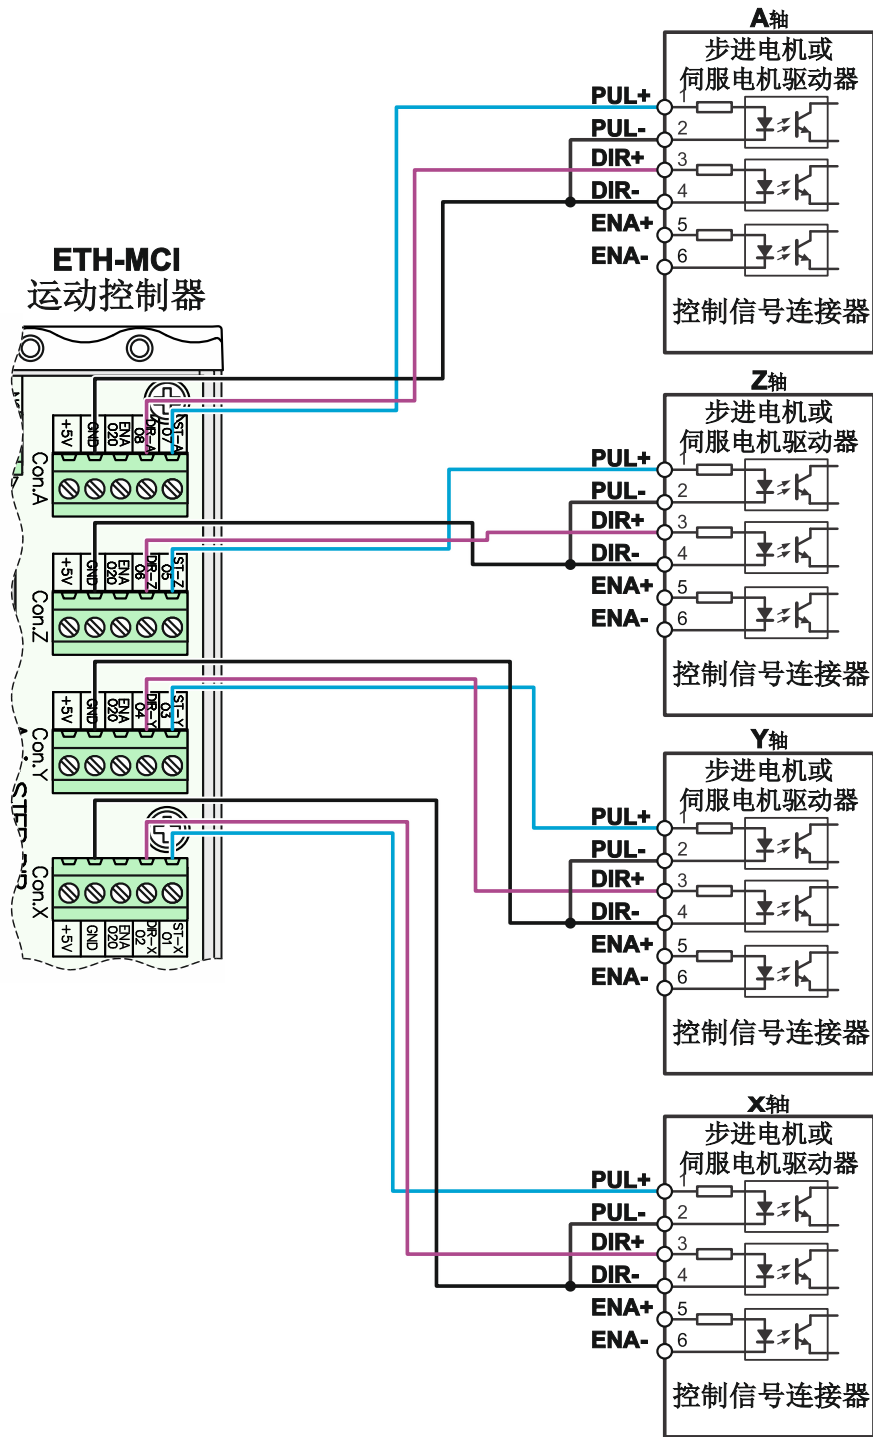

图 9.5 当 **ENABLE** 输入端逻辑反转时，连接其他制造商的驱动器时，建议使用以下接线图。
- 某些其他厂商的驱动程序的 **ENABLE** 引脚逻辑与标准引脚逻辑相反。ETH-MCI 运动控制器不支持此功能，在这种情况下，**ENA+** 和 **ENA-** 线不应连接（图 9.5）。